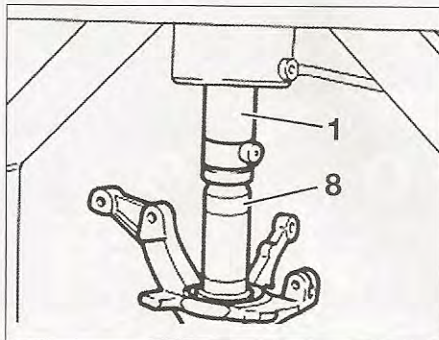

FIG. 17
- Con la prensa (1) y el eje guía de diámetro adaptado (8), introducir el cubo en la mangueta presionando sobre los casquillos interiores del rodamiento (fig. 17).